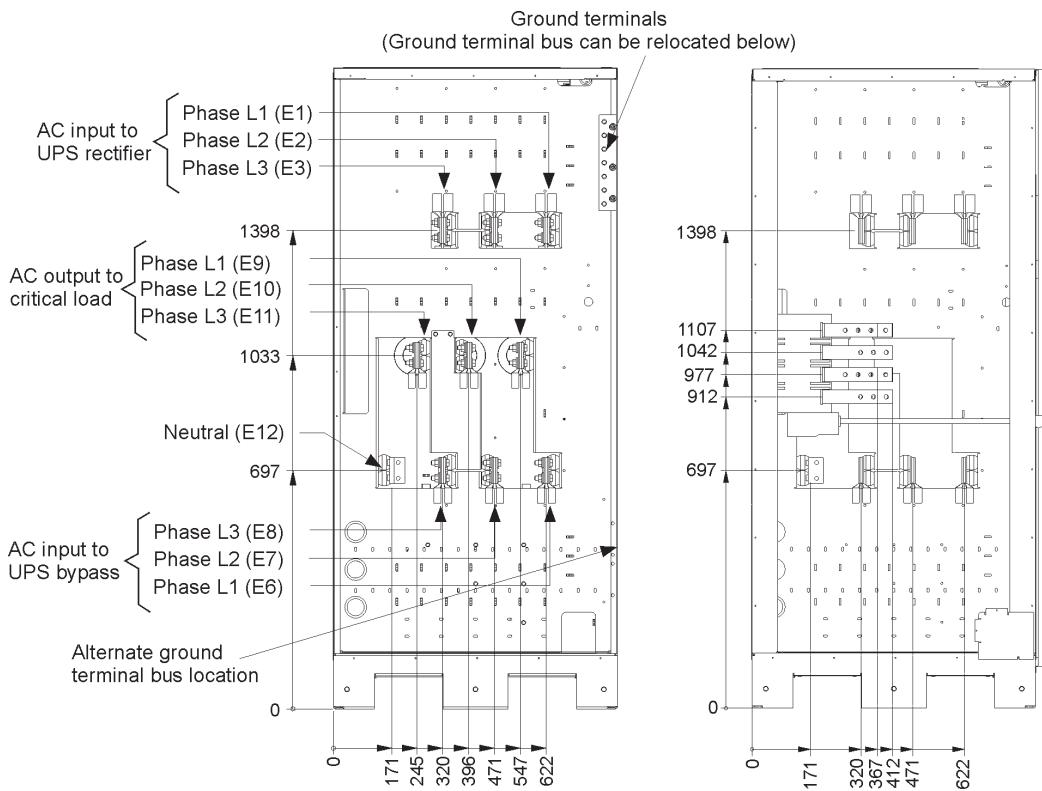

Рис. 4-6. Детальное изображение АА клеммы питания ИБП
Узел АА см. на Рис. 4-6.
8. Снимите вводные пластины интерфейсной проводки шкафа ИБП и просверлите/пробейте в них отверстия (см. Рис. 4-6 на стр. 40).